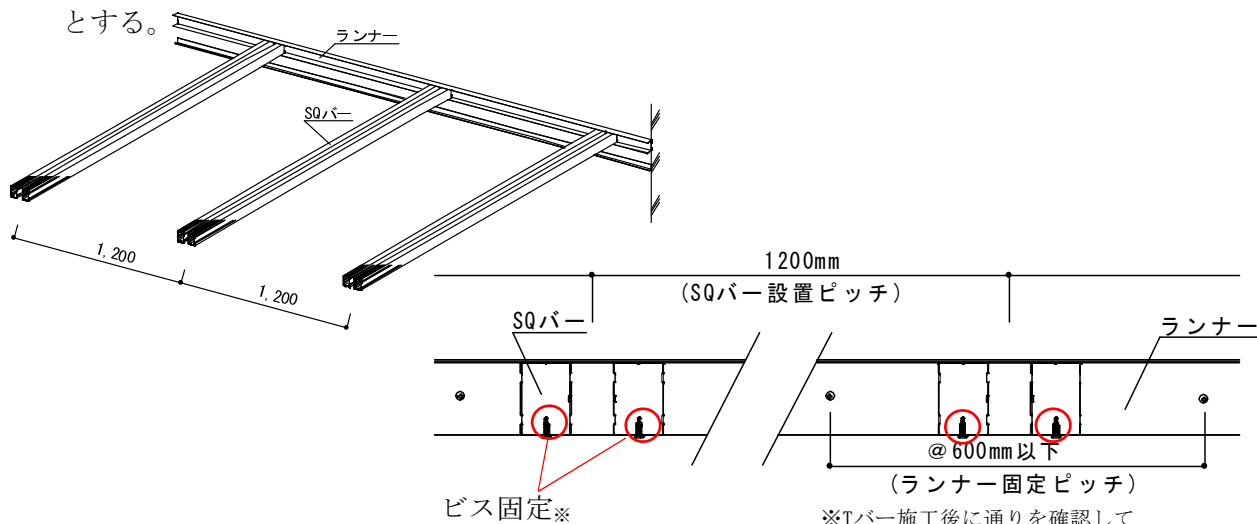

図2-5 SQバーの取付け
- ② Tバーの吊り位置を確認し、横架材(SQバー)施工ピッチを確認する。(図 2-5 参照) SQバーは@1200mm に 2 本設置する。SQバーはランナーと全数ビス固定(4φ×16 以上)する。長さは原則廊下幅と同様に 2,400 mm以下とする。2,400mm を超える場合には別途検討とする。